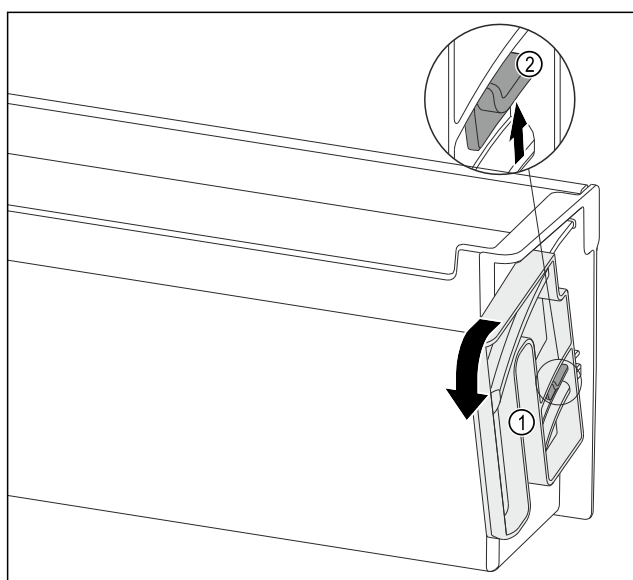

Fig. 142
- Ruotare l'unità di rotazione Fig. 142 (1) nella direzione indicata fino all'arresto.
- Premere la linguetta Fig. 142 (2) verso l'alto e rimuovere l'unità di rotazione Fig. 142 (1).